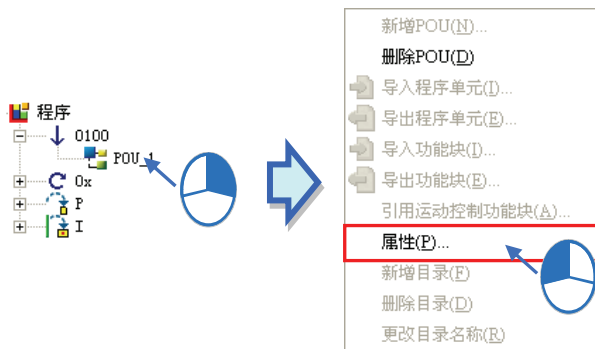

图 13-13 变更属性
在欲变更内容的 POU 上点击鼠标右键，于快捷选单点选「属性 (P)」选项，如图 13-13。